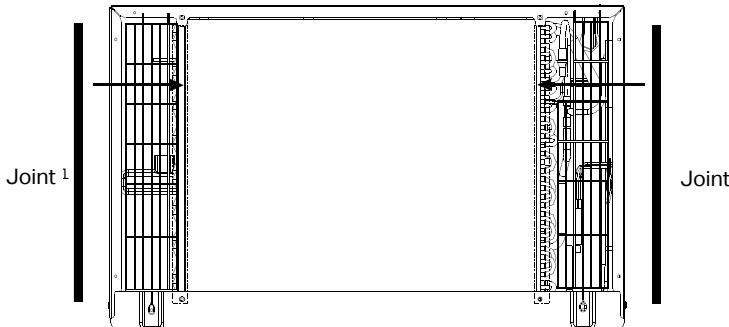

FIG. 1
21. Fixez les 2 joints (1 po x 3/8 po x 14 po) comme indiqué sur la **FIG. 1**.